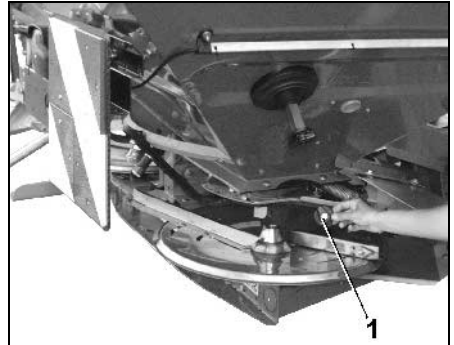

Fig. 51
- Flügelmutter (Fig. 51/1) entfernen.